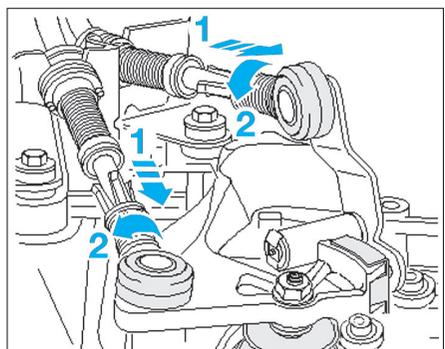

Fig. 29
- Tirer le mécanisme de sûreté sur les câbles de commande et de sélection vers l'avant jusqu'en butée en (1), puis le verrouiller vers la gauche dans en (2) (Fig.29).